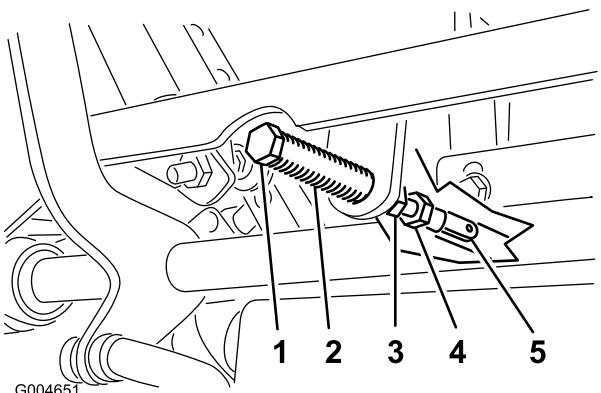

Figura 56
5. Puxe a alavanca para trás até que o passador de forquilha (no braço por cima do eixo da articulação) contacte a extremidade da ranhura (até começar a fazer pressão na mola) (Figura 56).
7. Se for necessário ajuste, solte a porca e a porca de segurança encostada à forquilha (Figura 56).
8. Aplique uma ligeira pressão para trás na alavanca de controlo de movimento, rode a cabeça do parafuso de ajuste na direcção adequada até que a alavanca de controlo fique centrada na posição de bloqueada em ponto-morto (Figura 56).
9. Apertar a porca e a porca de bloqueio (Figura 56).
10. Aperte as porcas de seguranças nas juntas de esfera (Figura 56).